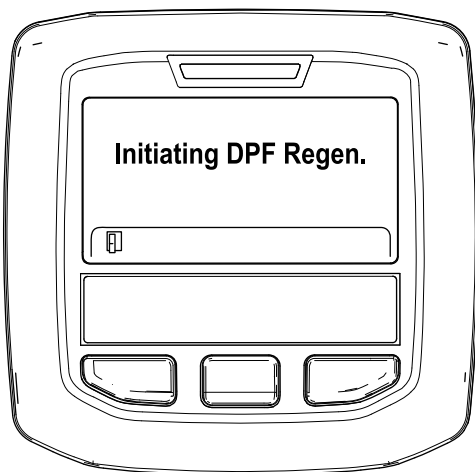

図 47
A. Initiating DPF Regen DPF 再生開始中というメッセージが表示される 図 47。